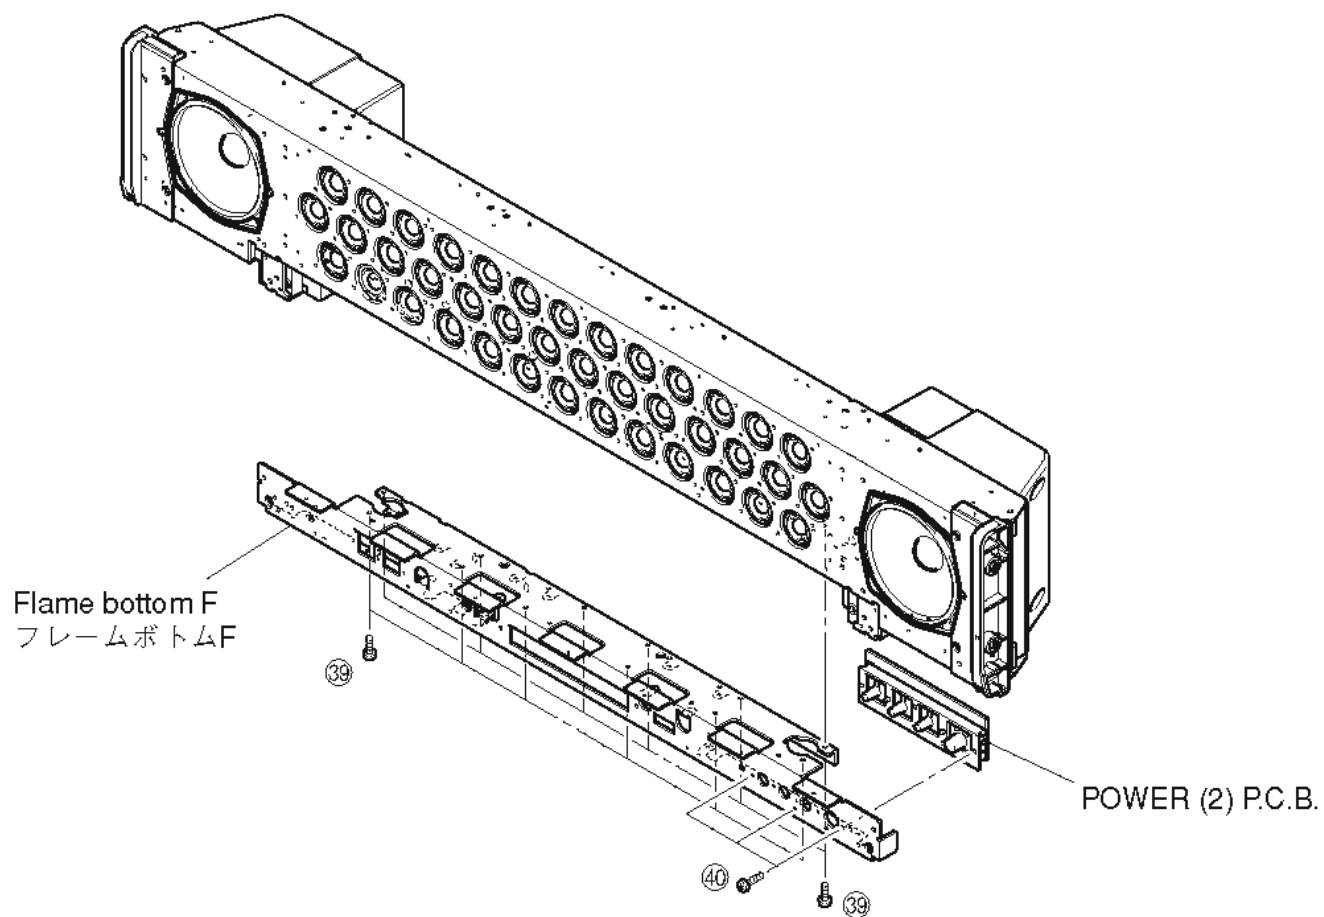

Fig. 14
14. Removal of POWER (2) P.C.B.
- a. Remove 12 screws (39). (Fig. 14)
- d. Remove the flame bottom F together with POWER (2) P.C.B.. (Fig. 14)
- c. Remove 3 screws (40). (Fig. 14)
- d. Remove the POWER (2) P.C.B.. (Fig. 14)
- a. ③⑨のネジ12本を外します。(Fig. 14)
- d. フレームボトムFをPOWER(2)P.C.B.と一緒に取り外します。(Fig. 14)
- c. ④⑩のネジ3本を外します。(Fig. 14)
- d. POWER(2)P.C.B.を取り外します。(Fig. 14)